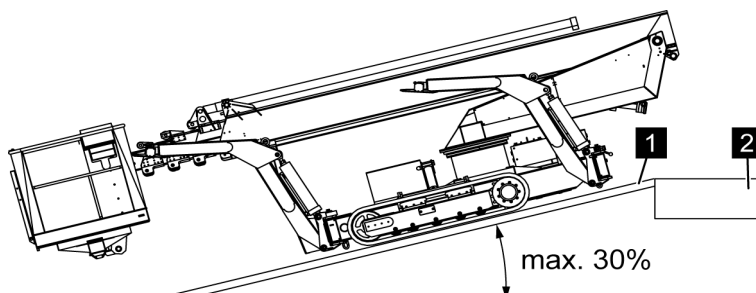

Fig. 43: Transport sur une remorque
1. Déplacer la plateforme élévatrice en marche arrière sur les rampes (Voir la Fig. 43/1).
2. ➤ *Lors de la mise en place sur la surface de chargement (Voir la Fig. 43/2), réduire la vitesse.*
*Lorsque la plateforme élévatrice avec les chaînes est complètement sur la surface de chargement (Voir la Fig. 43/2), il est possible d'accélérer de nouveau.*